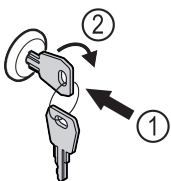

Fig. 194 Примерное изображение
- ▶ Вставьте ключ Fig. 194 (1).
- ▶ Поверните ключ на 90° по часовой стрелке Fig. 194 (2).